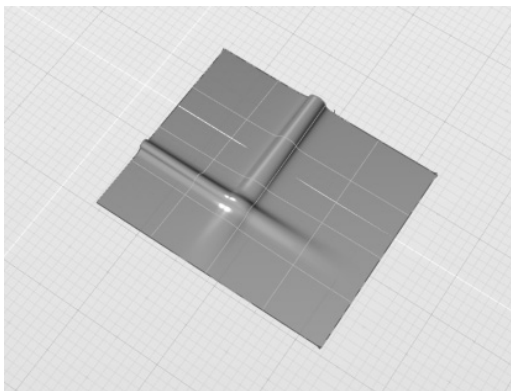

图 4-57 调整第2个放样曲面的等参线
- 6) 在控制面板中，勾选“弧长剖面”和“弧长轨道”两个复选框，获得结果如图4-57所示，可见等参线被重新排布。